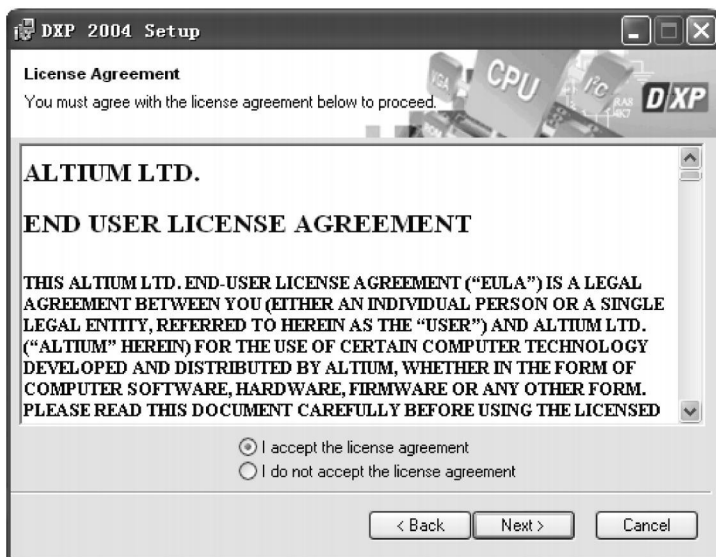

图 1-2 安装界面
(2) 步骤二 单击【Next】按钮,弹出【Protel DXP 2004】的协议对话框,选择【I accept the License agreement】选项,就正式进入安装界面,如图 1-2 所示。